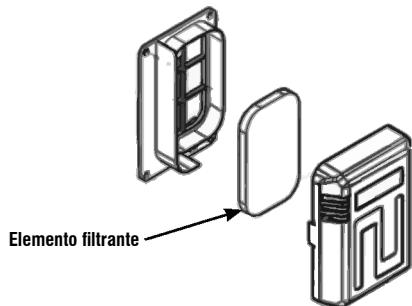

Fig. 23 – Elemento filtrante
- b. Retire o elemento filtrante (fig. 23). Se o elemento filtrante estiver sujo, lave-o com água e detergente neutro;